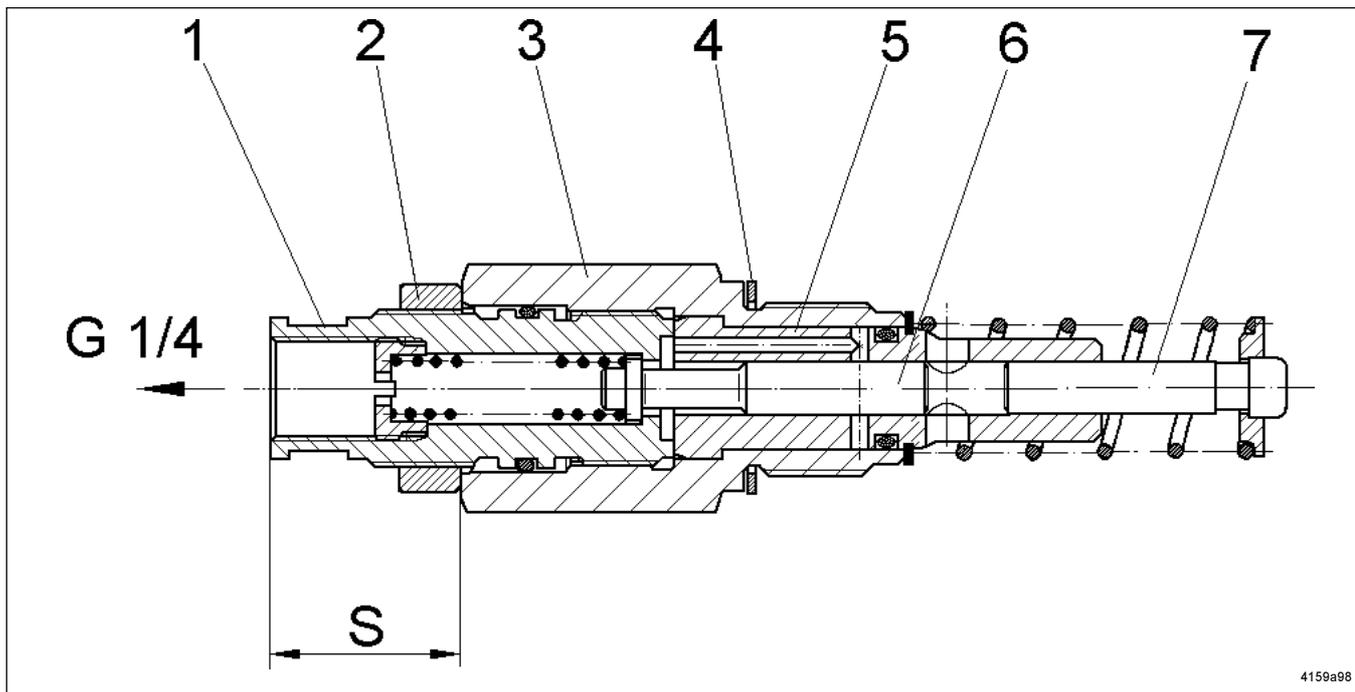
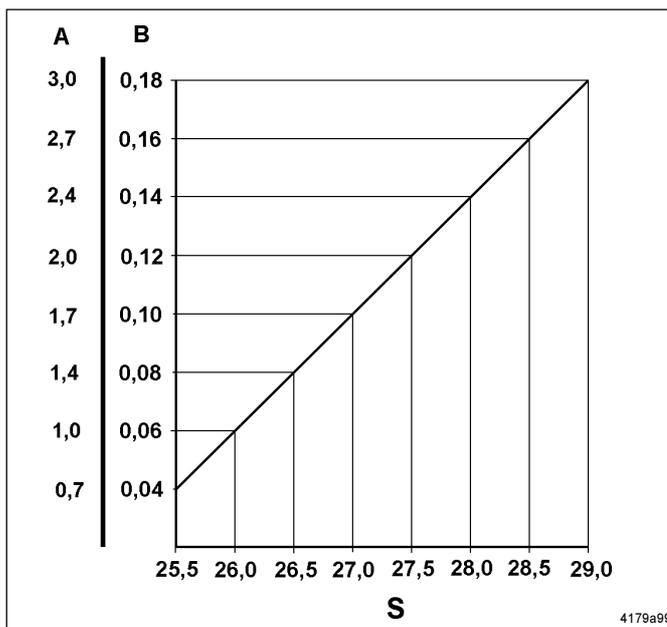

Abb. 10 - Schnittbild regulierbares Pumpenelement
Abb. 11- Förderdiagramm
- * Kontermutter (2, Abb. 10) lockern, dabei den Pumpenelementkörper (3) mit einem Schraubenschlüssel festhalten.
- * Regulierspindel (1) mit einem Schraubenschlüssel verstellen,
siehe Förderdiagramm (Abb. 11)
- * Das Maß „S“ in Abb. 10 kann in Abhängigkeit von der gewünschten Fördermenge in Abb. 11 ermittelt werden.
- * Regulierspindel (1, Abb. 10) aus Pumpenelementkörper (3) herausrauben bis „S“ ca. 30 mm.
- * Kontermutter (2) auf den Anschlag an der Regulierspindel (1) einschrauben.
- * Regulierspindel (1) mit Kontermutter (2) bis auf Anschlag in den Pumpenelementkörper (3) schrauben.
- * Maß „S“ auf gewünschten Wert entsprechend dem Förderdiagramm (Abb. 11) einstellen.